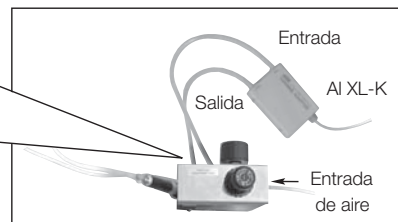

Fig. 4
Conecte las 2 mangueras del ⑬ Adaptador de Turbina a las entradas para el pedal en el kit de la línea de aire. (Fig.4)